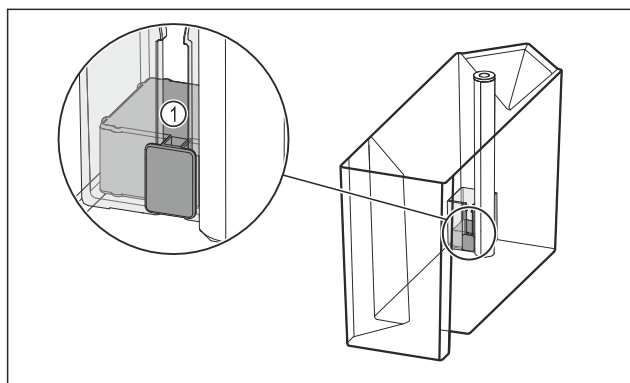

Fig. 100
- ▶ Controllare se il galleggiante Fig. 100 (1) è bloccato. Se il galleggiante è bloccato: